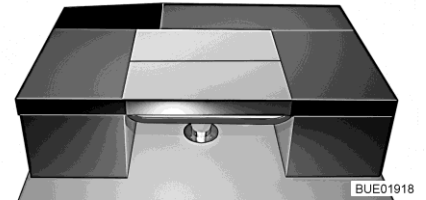

Bild 160 Nach dem Umbau
- Das Rückenpolster der Sitzbank quer auf den Tisch legen (siehe Bild 160).